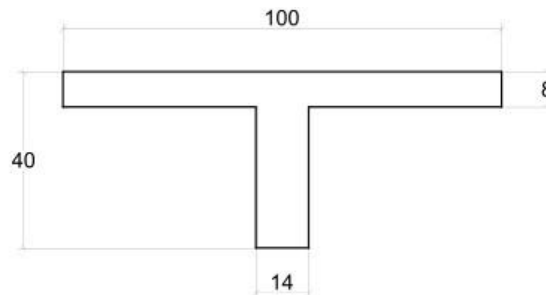

Figura 67 – Dimensões (cm) da seção T.
4) Dimensionar a armadura longitudinal da viga da Figura 67. São dados: